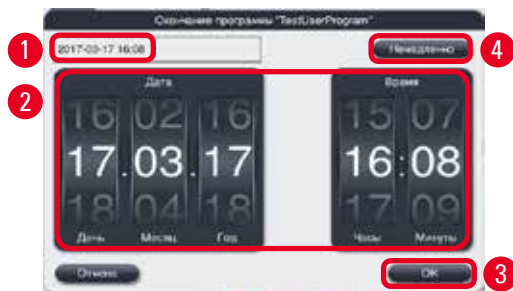

Рис. 67
6. Выберите количество кассет и нажмите **OK**. Откроется окно "Окончание программы" (→ "Рис. 67").